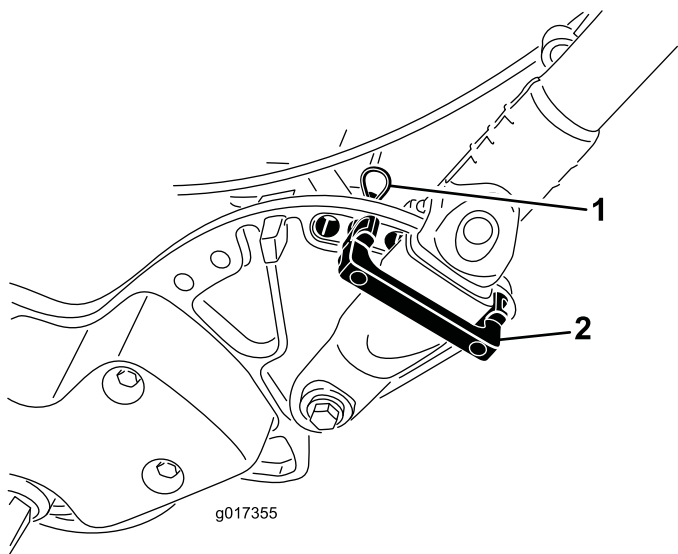

図 11
1. ハンドルを支えながら、ハンドルクランプをサイドプレートに固定しているケーブルタイを外す 図 11。
- 希望する高さ位置にハンドルをセットし、ハンドルクランプの上からハンドルリテーナを差し込んでサイドプレート穴に通す【図 11】。
- ヘアピンコッターでクランプを固定する【図 11】。